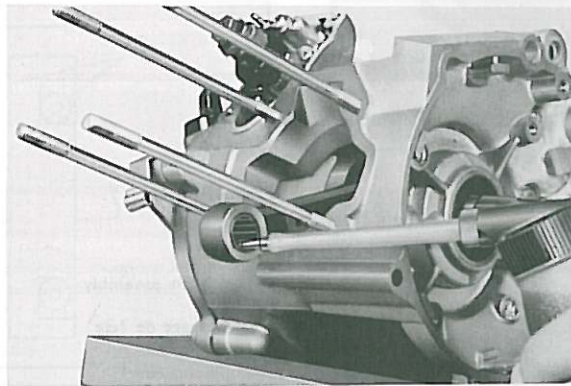

Fig. 3-4-11
4. After reassembly, apply a liberal coating of two-stroke oil to the crank pin and bearing and into each crankshaft bearing oil delivery hole. (Fig. 3-4-11)
4. Après le remontage, appliquer généreusement de l'huile moteur deux-temps sur le maneton et les roulements, ainsi que dans les trous de graissage des roulements de vilebrequin. (Fig. 3-4-11)
4. Nach dem Zusammenbau reichlich Zweitaktöl auf dem Kurbelzapfen und Lager auftragen, sowie in die Ölzuführbohrungen der Kurbelwellenlager einfüllen. (Fig. 3-4-11)